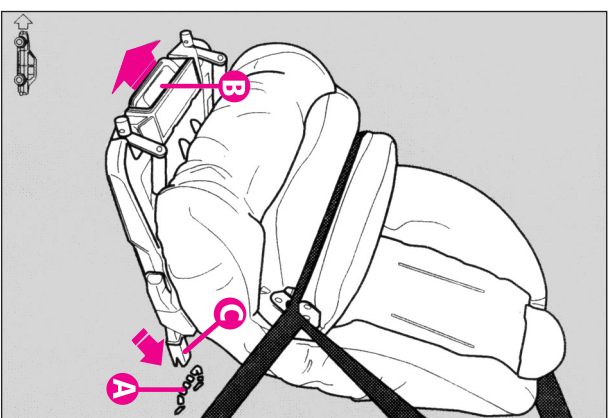

fig. 62
- verificați dacă pârghia de eliberare (B-fig.62) se află în poziția de repaus (interior);
- găsiți aplicele (A), apoi poziționați sistemul cu ajutorul dispozitivelor de fixare (C)